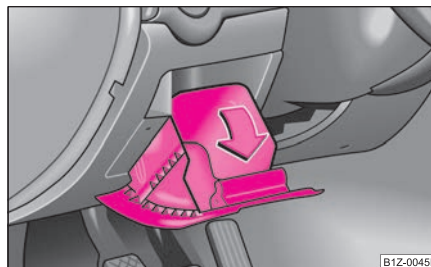

Fig. 101 Tabloul de bord:
- Compartimentul se deschide prin ridicarea mânerului și rabatarea în sensul săgeții ⇒ fig. 101.